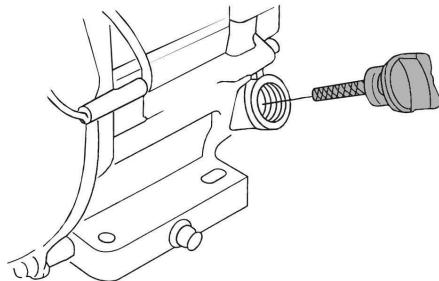

Рис. 7. Крышка-щуп маслозаливной горловины
2. Открутите крышку-щуп маслозаливной горловины и извлеките щуп (Рис. 7).
- Выкрутите крышку-щуп маслозаливной горловины и извлеките щуп (Рис. 7).